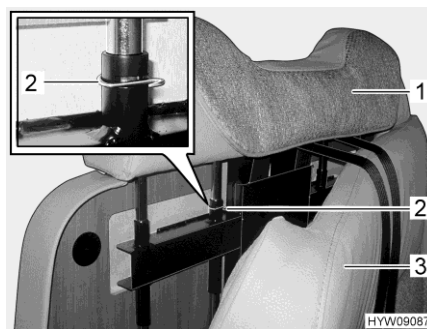

Fig. 67 Rimozione poggiatesta
- Ribaltare in avanti il cuscino (Fig. 67,3).
- Rimuovere il fermaglio di sicurezza (Fig. 67,2).
- Tirare i poggiatesta (Fig. 67,1) verso l'alto.